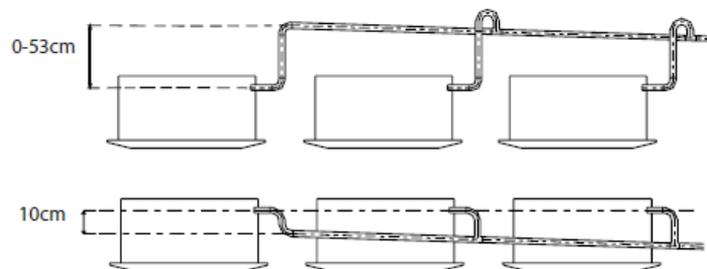

Fig. 6.4
**HINWEIS:** Wenn Sie mehrere Abflussrohre anschließen, installieren Sie die Rohre wie in Abb. 6.4 gezeigt.